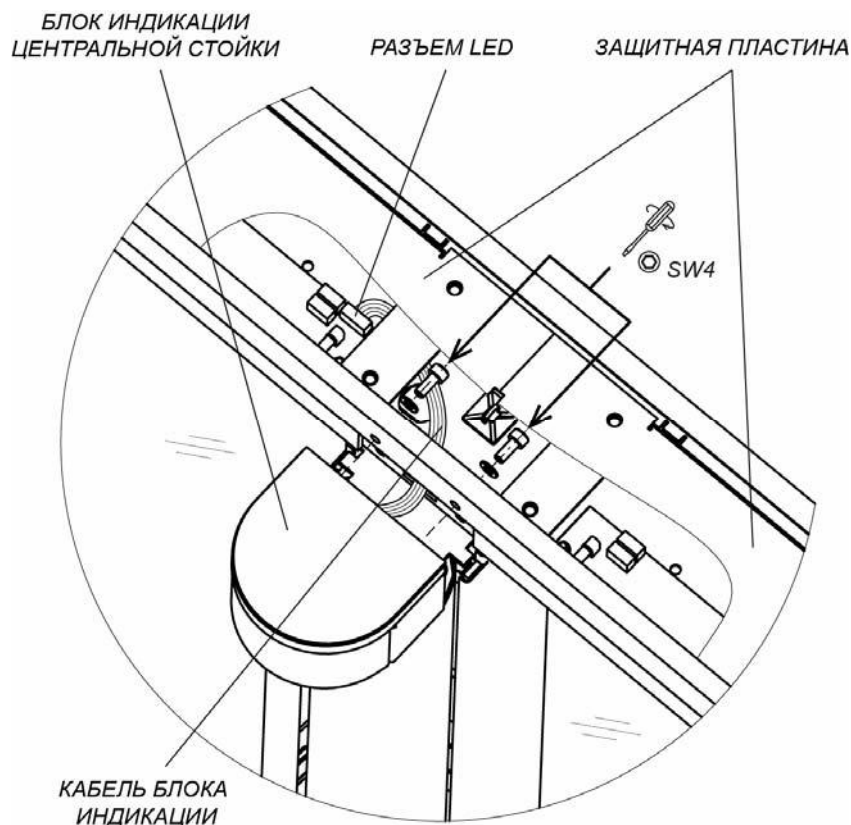

Рисунок 22. Монтаж блока индикации центральной стойки
Для установки блока индикации центральной стойки (3) (см. рис. 22):
3. Установите блок индикации на площадку, расположенную над поворотной опорой створки, и при помощи шестигранного ключа SW4 зафиксируйте его на верхнем коробе стойки (12), используя два винта М5×16 с шайбами из комплекта поставки.
Снятие блока индикации центральной стойки производится в обратном порядке. Перед этим необходимо демонтировать с секции турникета верхнюю крышку секции (10) (см. разд. 8.9.6, рис. 22, 23, 24).